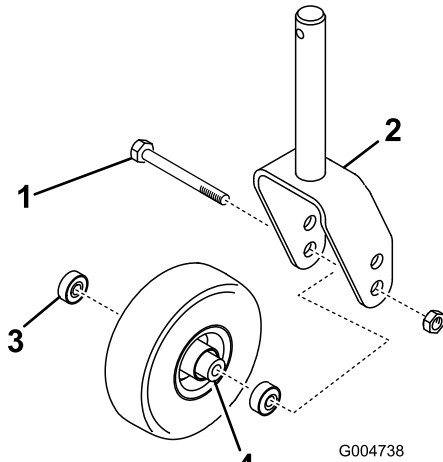
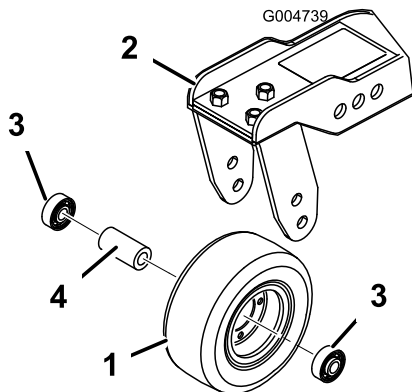

Bild 85
Bild 86
1. Entfernen Sie die Sicherungsmutter von der Schraube, mit denen das Laufrad in der Mitte der Laufradgabel (Bild 85) oder am Laufradgelenkarm (Bild 86) befestigt ist. Halten Sie das Laufrad fest und schieben die Schraube aus der Gabel oder vom Gelenkarm ab.
2. Entfernen Sie das Lager aus der Radnabe und lassen das Lagerdistanzstück herausfallen (Bild 85 und Bild 86). Entfernen Sie das Lager aus der gegenüberliegenden Seite der Radnabe.